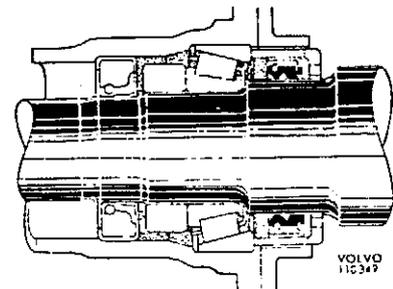

Abb. 26. Schmierung des Hinterachswellenlagers
13. Lager in hochklassiges, dauerhaftes Wälzlagerfett einpacken und danach Hinterachswelle, Bremsträger und -halter einbauen. Nach Einbau soll der gesamte Hohlraum zwischen den Dichtringen mit Fett ausgefüllt sein (Abb. 26). Axialspiel mit